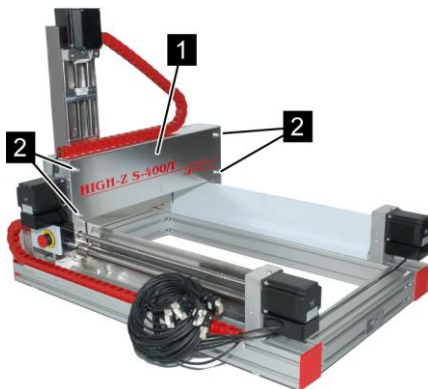

Abb. 30: Abdeckung Y-Achse
2. Vier Schrauben (Abb. 30/2) lösen und entfernen.
3. Abdeckung (Abb. 30/1) an der Y- Achse entfernen.